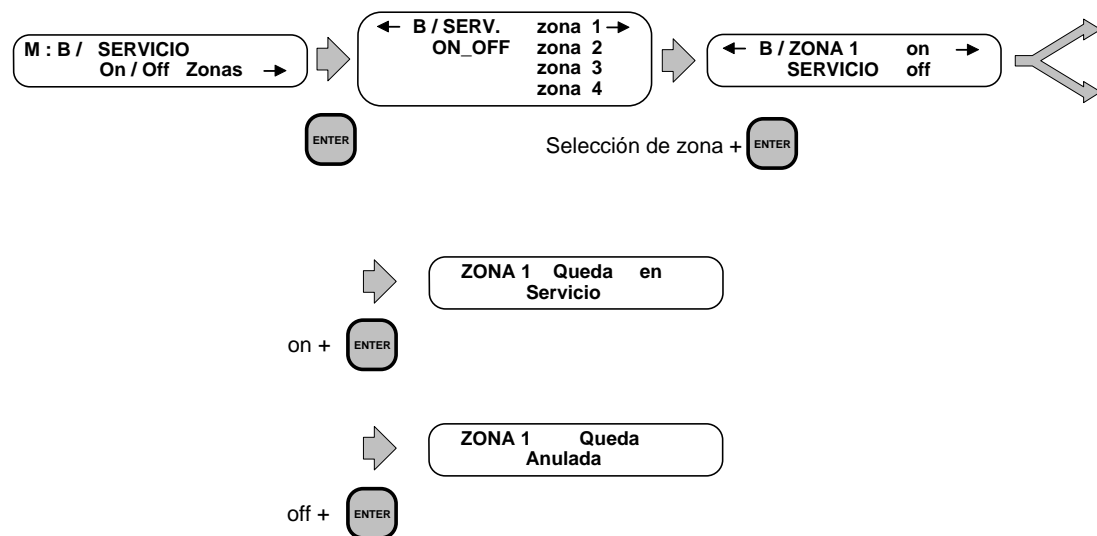

Figura 2. Pantalla Servicio.
- **Servicio** (Zonas On/Off, ver figura 2).